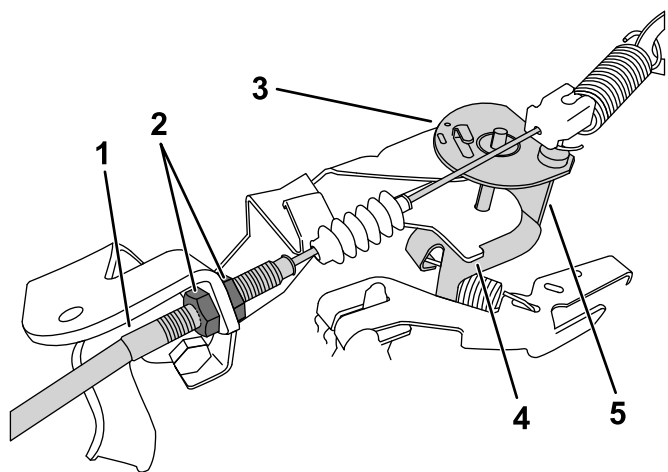

Figura 38
- Nel cavo dell'acceleratore, allentate il controdado anteriore e serrate il controdado posteriore per aumentare il minimo inferiore (Figura 38).